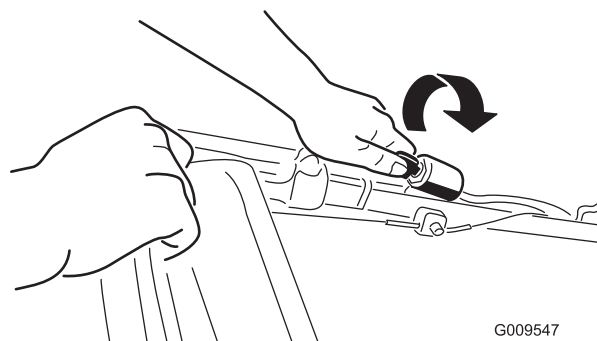

Figuur 13
1. Houd de bedieningsstang van het maaimes tegen de handgreep (Figuur 13).